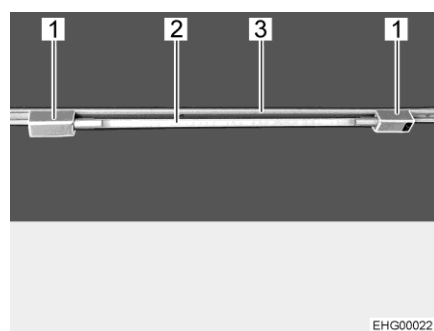

Fig. 27 Tubo fluorescente
- Insertar ambos sujetadores (Fig. 27,1) en el riel (Fig. 27,3). Para ello, girar el sujetador 90°.
- Enchufar el cuerpo de la lámpara (Fig. 27,2) en uno de los sujetadores.
- Rotar el cuerpo de la lámpara (Fig. 27,2) hasta que se haya obtenido el efecto de iluminación deseado.